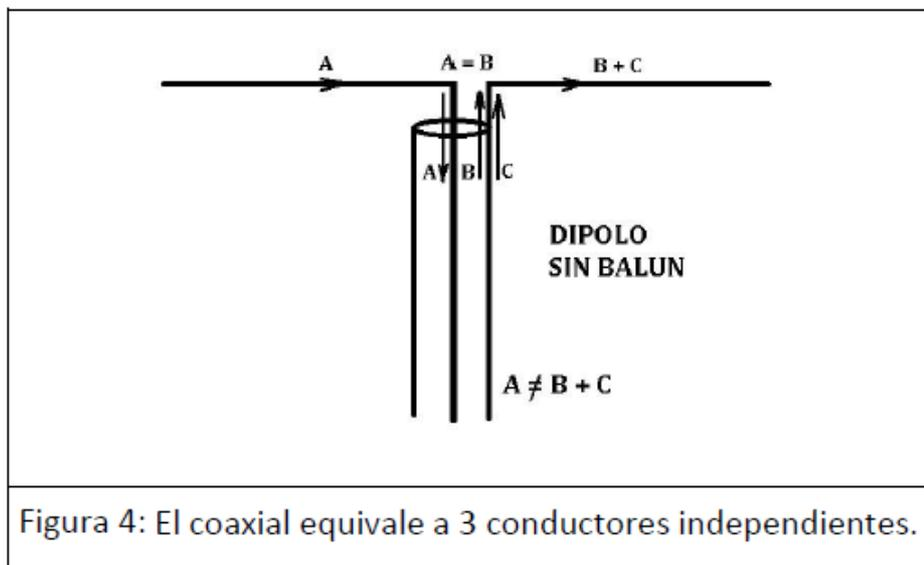

Figura 4: El coaxial equivale a 3 conductores independientes.
Pero ahora en el cable coaxial conectado directamente a la antena tenemos realmente tres conductores independientes que conducen la RF en el cable coaxial y que son (figura 4):
Esto da lugar a nuevos problemas, porque la corriente alterna de RF que rebota en el extremo de la rama de la antena y que ahora está conectada directamente a la malla (Figura 4). Cuando vuelve rebotada hacia el centro del dipolo, encuentra dos posibles caminos de retorno para su circulación de vuelta al transmisor: el interior (B) y el exterior (C) de la malla. De este modo, puede circular una corriente extra C por el exterior de la malla totalmente independiente de la del interior B, que nos perturba el funcionamiento de la antena,